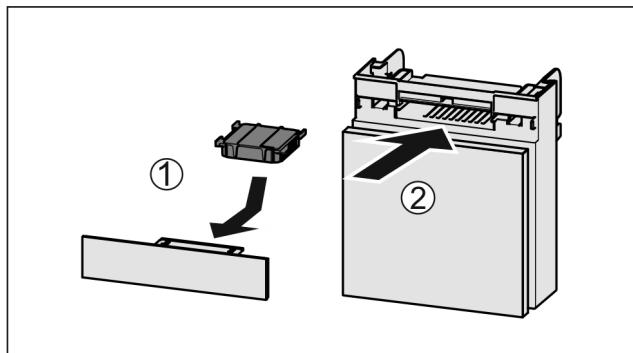

Fig. 119
- Установите фильтр с активированным углем, как показано на рисунке Fig. 119 (1).
- Вставьте отделение Fig. 119 (2).